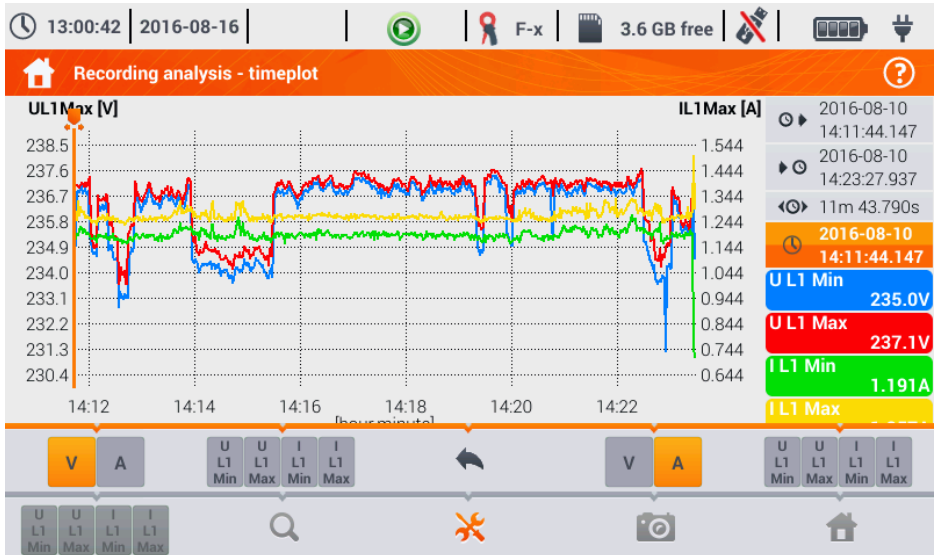

Abb. 25. Analyse der Aufzeichnungen – Zeitdiagramm – Auswahl der Skalen
- Zeigt ein weiteres Menü zum Einstellen der Skalen an. (Abb. 25). In diesem Menü können die Beschreibungen der Skalen rechts und links des Diagramms festgelegt werden. Um dies durchzuführen, klicken Sie auf das Feld mit der Beschreibung der Parameter. Das Symbol mit Angabe der Einheit wird angezeigt, wenn der Graph mindestens zwei Parameter mit gleicher Einheit darstellt. Wählen Sie dieses Symbol, um den Maßstab gleicher Plots in einen Maßstab